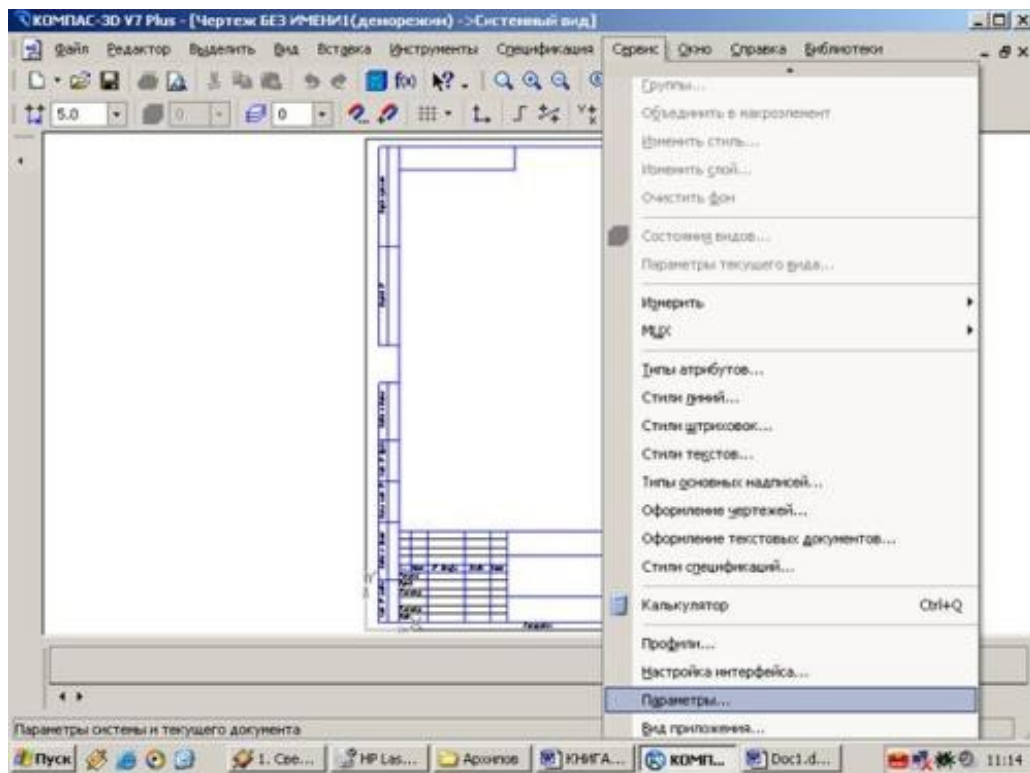

Рис.8 Выбор формата
1. Вызвать команды **Сервис – Параметры... - Текущий чертеж - Параметры листа – Формат** (рис.8 и 9).
С помощью окна, изображенного на рис.8, выбирается необходимый формат и его ориентация.